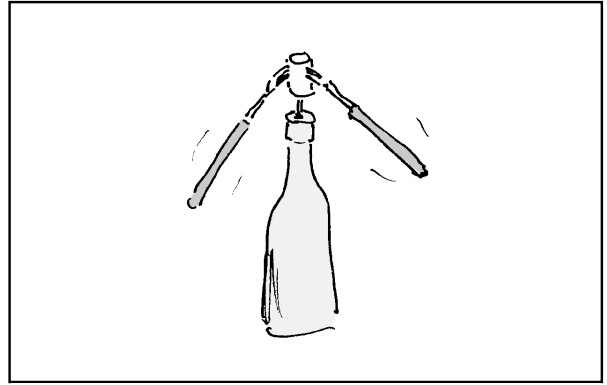

Fig. 7.49. Per l'esercizio 2
2. Due forchette sono conficcate in un turacciolo a sua volta infilzato su un chiodo, fig. 7.49. Perché il turacciolo con le forchette non cade?